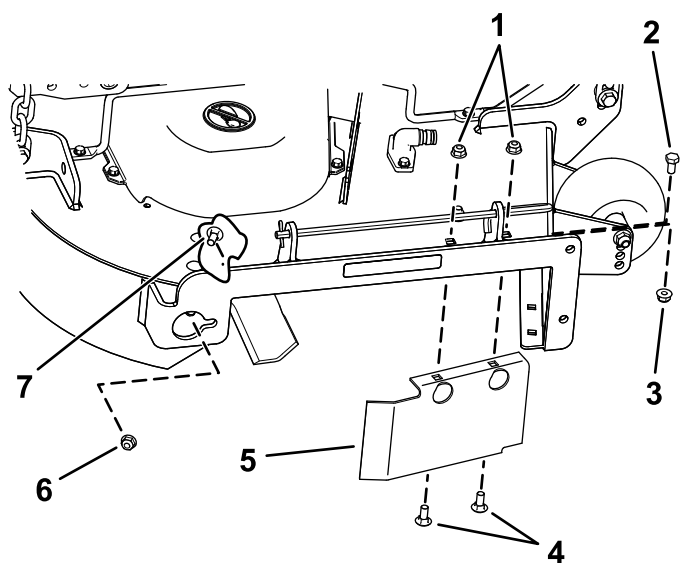

Рисунок 18
8. Отверните каретный болт (5/16 x 3/4 дюйма) и контргайку (5/16 дюйма) на задней стенке деки газонокосилки, которые крепят дефлектор к деке (Рисунок 18).
9. Найдите ограждение дефлектора на передней кромке отверстия бокового выброса (Рисунок 18).
10. Снимите детали крепления ограждения дефлектора и правого дефлектора к деке газонокосилки (Рисунок 18).
13. Используйте ранее снятые крепежные детали, установив их в передние отверстия пластины выброса и переднее отверстие деки (Рисунок 18).